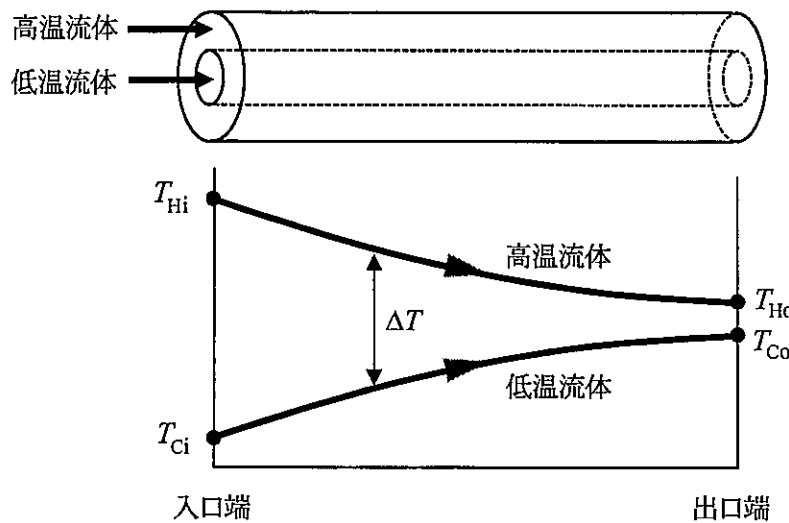

図4 並流形熱交換器の温度分布
(4) 図4は並流形熱交換器における二つの流体の温度変化を示したものである。ここで、 T_{Hi} は高温流体の入口温度、 T_{Ho} は高温流体の出口温度、 T_{Ci} は低温流体の入口温度、 T_{Co} は低温流体の出口温度を示す。このときの交換熱量は、熱交換器の伝熱面積 A 、熱通過率 K と対数平均温度差 ΔT_m の積で求めることができる。